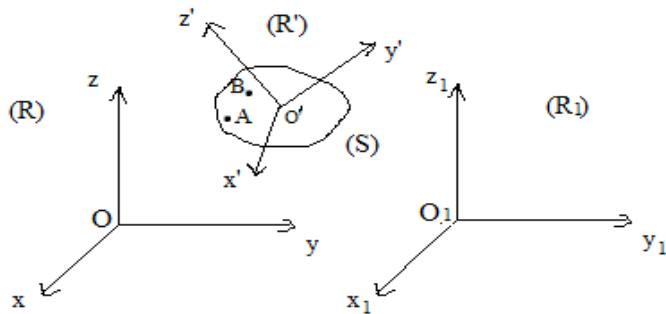

Figure IV.10
Soit le repère $R'(O', x', y', z')$ lié à (S), Figure .IV.10